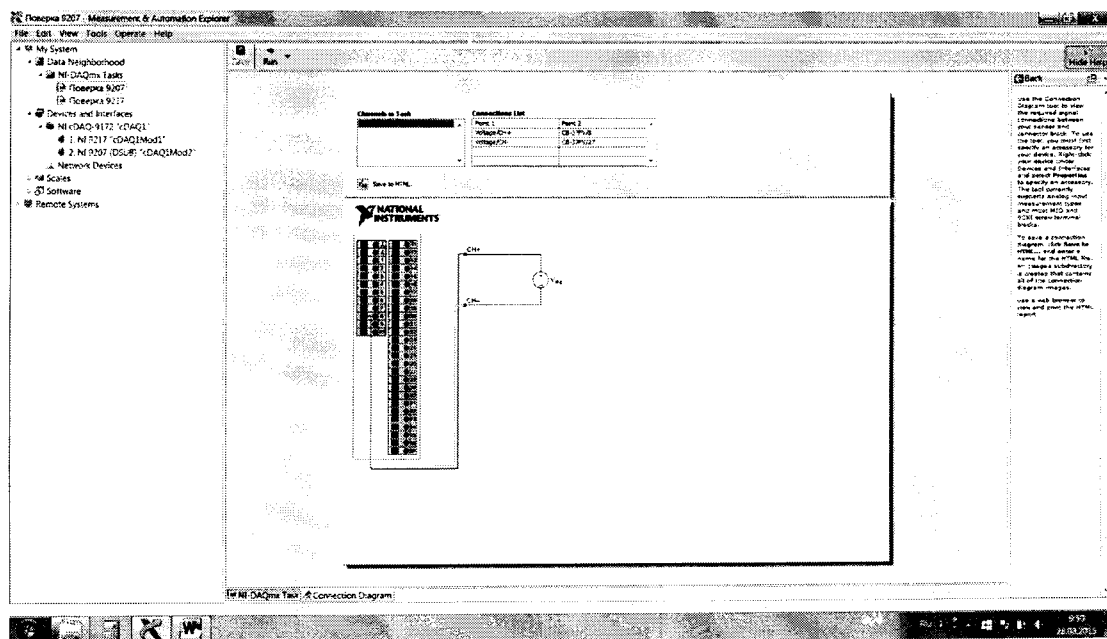

Рисунок 5.
7.3.4 Перейти во вкладку «Connection Diagram» (рисунок 5). Соединить с помощью проводов в соответствии со схемой соединений, отображаемой в окне программы, клеммы калибратора (контакты CH+ и CH- на схеме) и контакты терминального блока, при этом дополнительно минусовую клемму калибратора соединить с контактом «COM» (разъемы 9, 10, 28 или 29 терминального блока).